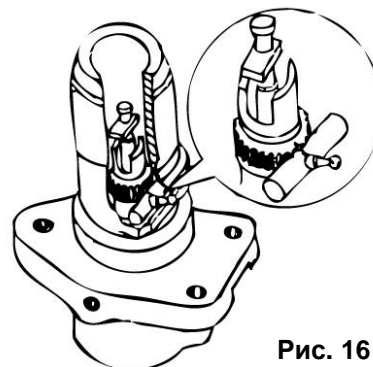

Рис. 16
- При установке впрыскивающего насоса после снятия, установочные метки на штоке и регулировочным шестеренчатым кольцом / раме должны быть совмещены (См. Рис.16)